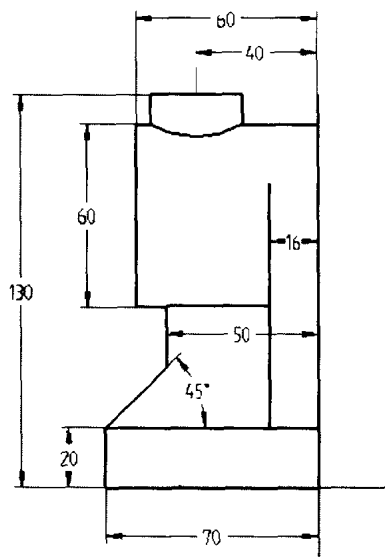

图 1-34
14. 利用智能尺寸标注命令 、几何元素间的尺寸标注命令  作尺寸约束（如图 1-34 所示）。